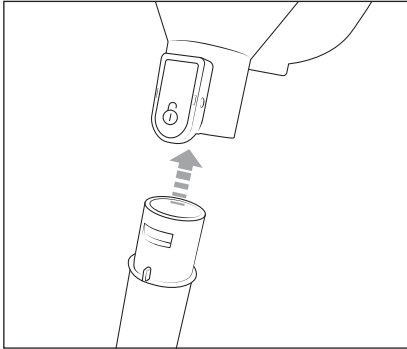

Bild 1
- 1) För teleskopsugröret **15** över produktens sugöppning tills det snäpper fast (se bild 1). Kontrollera att låsningen sitter i rätt läge.